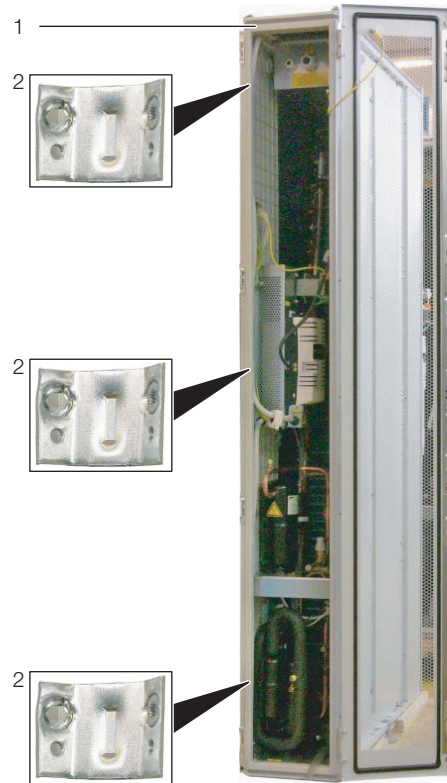

Рис. 17: LCP Rack DX – задняя сторона
- Закрепите по три соединителя (рис. 17, поз. 2) при помощи прилагаемых винтов в предусмотренных руководством по монтажу точках крепления на
профиле с передней и задней стороны LCP DX (рис. 17, поз. 1).